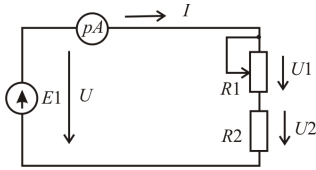

Рис. 2.1.
В последовательной цепи, приведённой на рис. 2.1, через все элементы протекает один и тот же ток. Напряжение источника равно арифметической сумме напряжений на всех резистивных участках цепи:
1. Для схемы на рис. 2.1 запишите формулы зависимостей  $I = f(R_1)$ ,  $P_1 = f(R_1)$ , по полученным формулам постройте
1. Соберите электрическую цепь по схеме на рис. 2.1. При неизменном напряжении источника исследуйте влияние на изменение тока и напряжений на элементах цепи величины сопротивления  $R_1$ . Результаты измерений занесите в табл. 2.1.